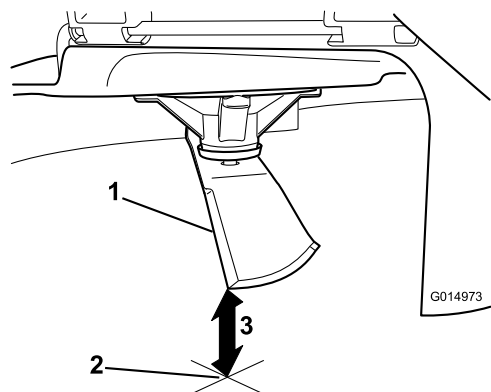

Bild 77
5. Messen Sie von der Messerspitze bis zu ebenen Fläche (**Bild 77**).